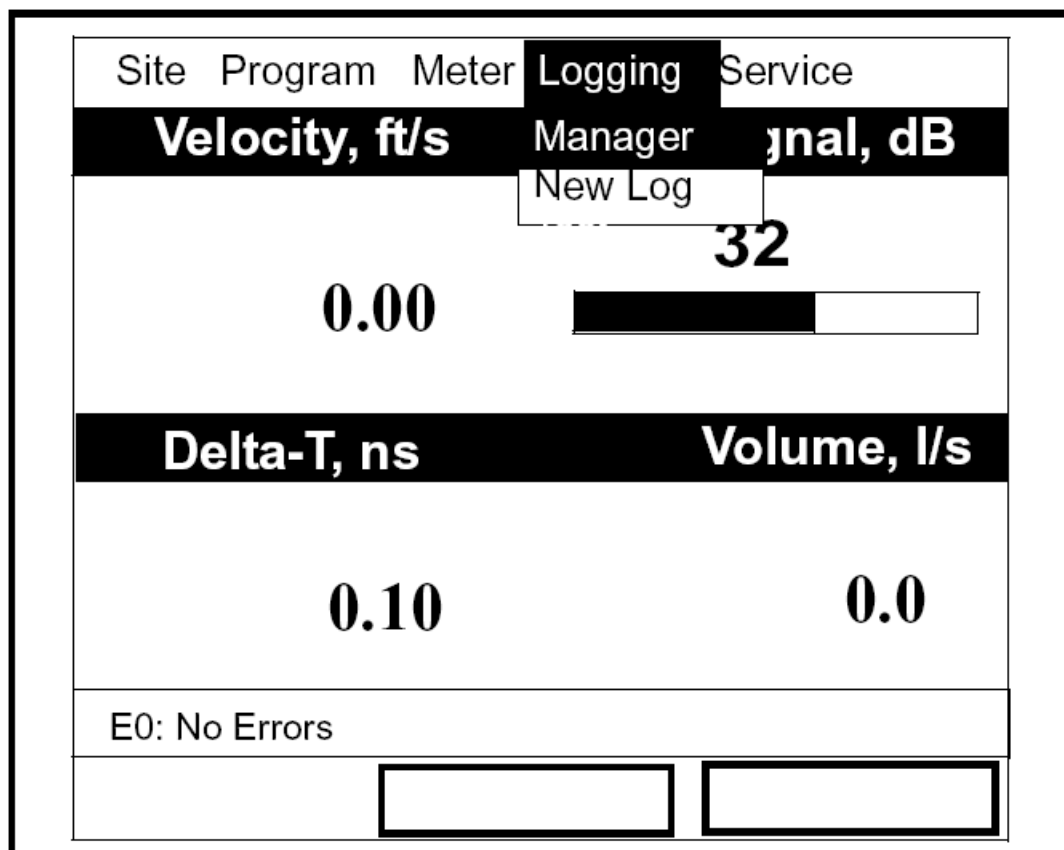

Рис. 8-1: Меню Logging
Для входа в меню Logging (запись) нажмите клавишу [MENU] внизу справа на клавиатуре PT878GC. Главное меню (Main Menu) заменит строку состояния вверху экрана. Нажмите клавишу со стрелкой [▶] три раза для перехода из меню Site в меню Logging. В меню Logging нажмите клавишу [ENTER]. На экране появится изображение, подобное показанному ниже на рис. 8-1. При программировании используйте рис. А-9 на стр. А-9 Приложения А, Блок-схемы меню.
- Путем перемещения к опции New Log в меню Logging (как показано на рис. 8-1 на стр. 8-2) и нажатия клавиши [ENTER], или